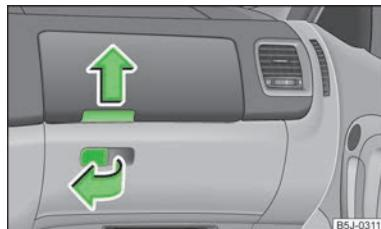

Fig. 65
- › Tirar del tirador de la tapa en el sentido de la flecha » fig. 65 y abatir ésta.